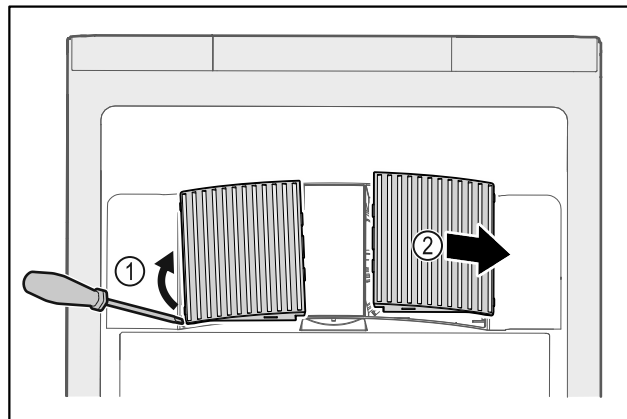

Fig. 228
- ▶ Estrarre con cautela i coperchi delle ventole dai lati Fig. 228 (1) e rimuoverli in avanti Fig. 228 (2).